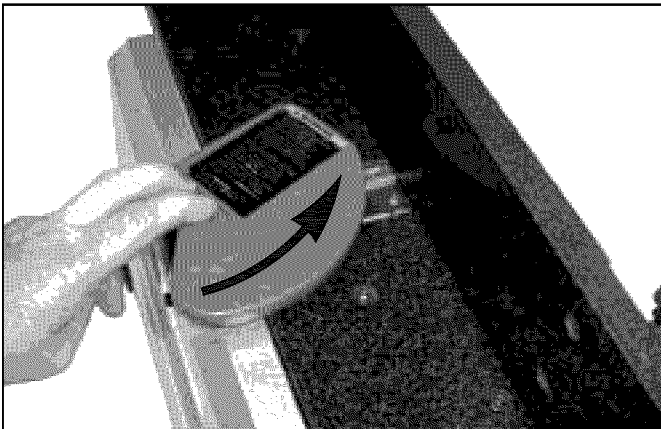

Figura 3 – Gire la Protección de la Cuchilla Hacia Atrás para Instalar el Reborde Guía
- Fije el conjunto del reborde guía al conjunto de la bancada del cepillo mecánico utilizando cuatro tornillos M6 x 12 y arandelas de seguridad (B). Tire hacia atrás de la protección de la hoja de manera que se pueda acomodar correctamente el reborde guía en el cepillo mecánico (véase la Figura 3, la página 16).